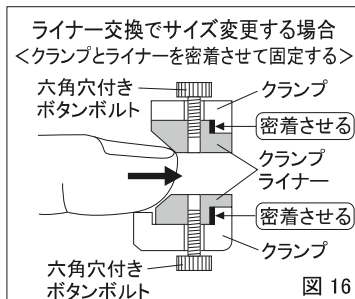

図 16
- ④ ライナーを交換してサイズ変更する場合は、クランプとライナーを密着させて固定してください(図16)。